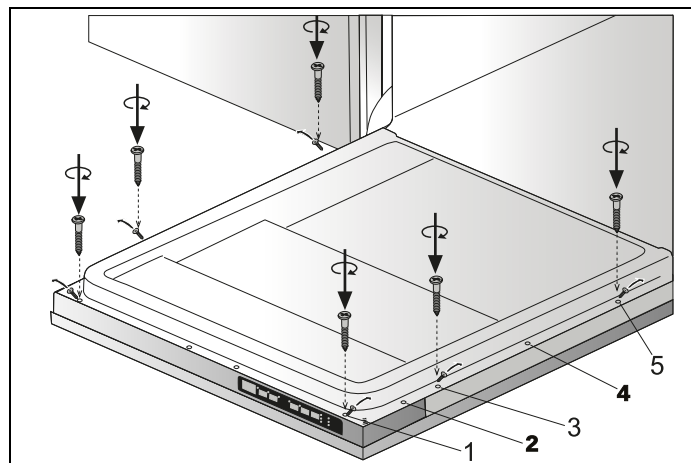

Fig. 28
- 6) Los tornillos situados en la puerta de madera se ajustan al lavavajillas en las descargas situadas en la lámina exterior de la puerta y se montan como se muestra en Fig. 28 .
- 8) Como se muestra en Fig. 28 , se instalan los tornillos $\varnothing 5/32" \times 53/32"$ ($\varnothing 4 \text{ mm} \times 42,5 \text{ mm}$) en las posiciones I, III y V.